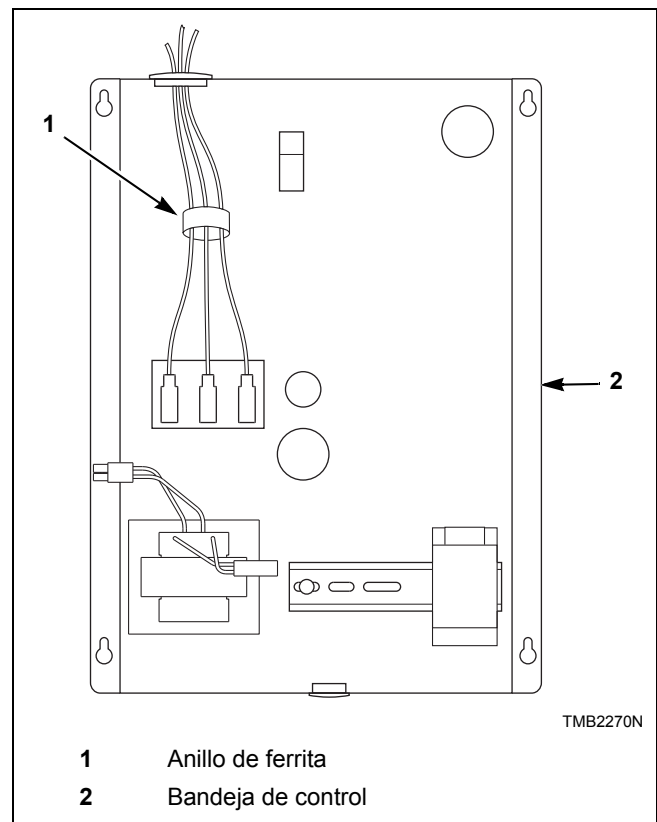

Figura 10
2. Cierre el anillo de ferrita sobre todos los cables de servicio dentro de la caja de contactores según se muestra. Es importante que el anillo de ferrita esté instalado dentro de la caja de contactores. Consulte la *Figura 10*. No instale la ferrita fuera de la caja u otra área. Asegúrese de que los cables de servicio estén en el centro de la ferrita antes de cerrar el anillo de modo que no aprisionen o dañen los cables.